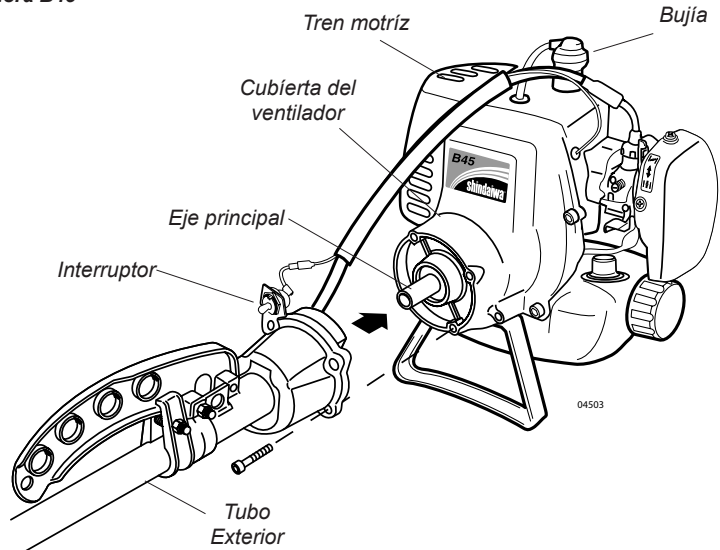

Figura 5A
3. Inserte la tapa del tubo exterior en la tapa del ventilador. Asegúrese que las varillas del eje principal estén totalmente dentro del tambor de embrague. Ver figura 5A.
5. Instale cuatro tornillos con el interruptor orientado para arriba como se demuestra en la figura 5A. Apriete todos los tornillos uniformemente de 26 a 44 pulgadas/libras.